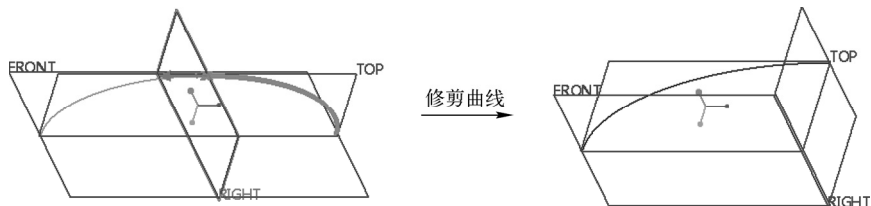

图 5-44 修剪曲线的示例
5) 在“曲线修剪”选项卡中单击 （完成）按钮。修剪曲线的示例如图 5-44 所示。